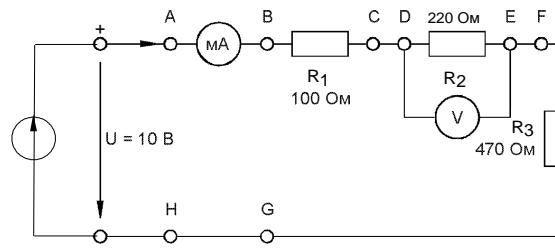

Рисунок 2.4. Схема Электрической цепи для выполнения лабораторной работы
- Соберите цепь согласно схеме (рис. 2.4) Поочередно включая амперметр (мультиметр или виртуальный прибор) между точками разрыва **A – B**, **C – D**, **E – F** и **G – H**, измерьте токи вдоль всей последовательной цепи.